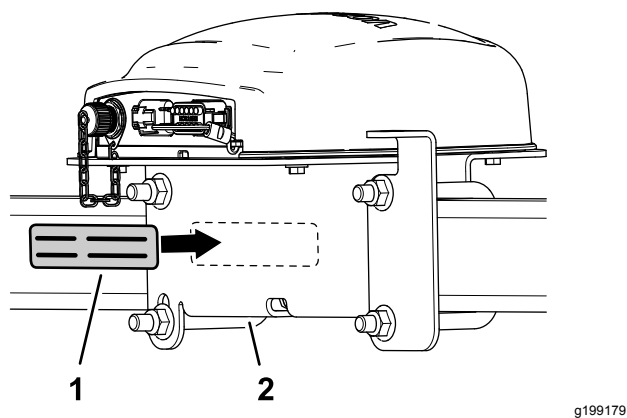

図 152
7. 受信機のマウントにシリアル番号ラベルを貼り付ける図 152。